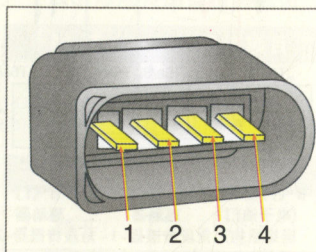

图5 氧传感器插座端子
(1) 氧传感器检测数据见表3。
(2) 氧传感器插座端子如图5所示。